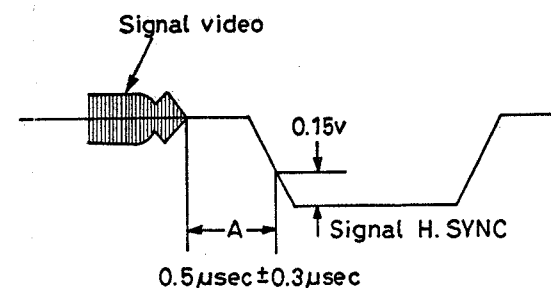

Fig. 4-104
2) Réglage de position de porte de chrominance (Figs. 4-104, 4-151)
3. Ajuster RT202 de telle sorte que la section A représentée sur la figure 4-104 atteigne le niveau de 0,5 $\pm$ 0,3 μ s.